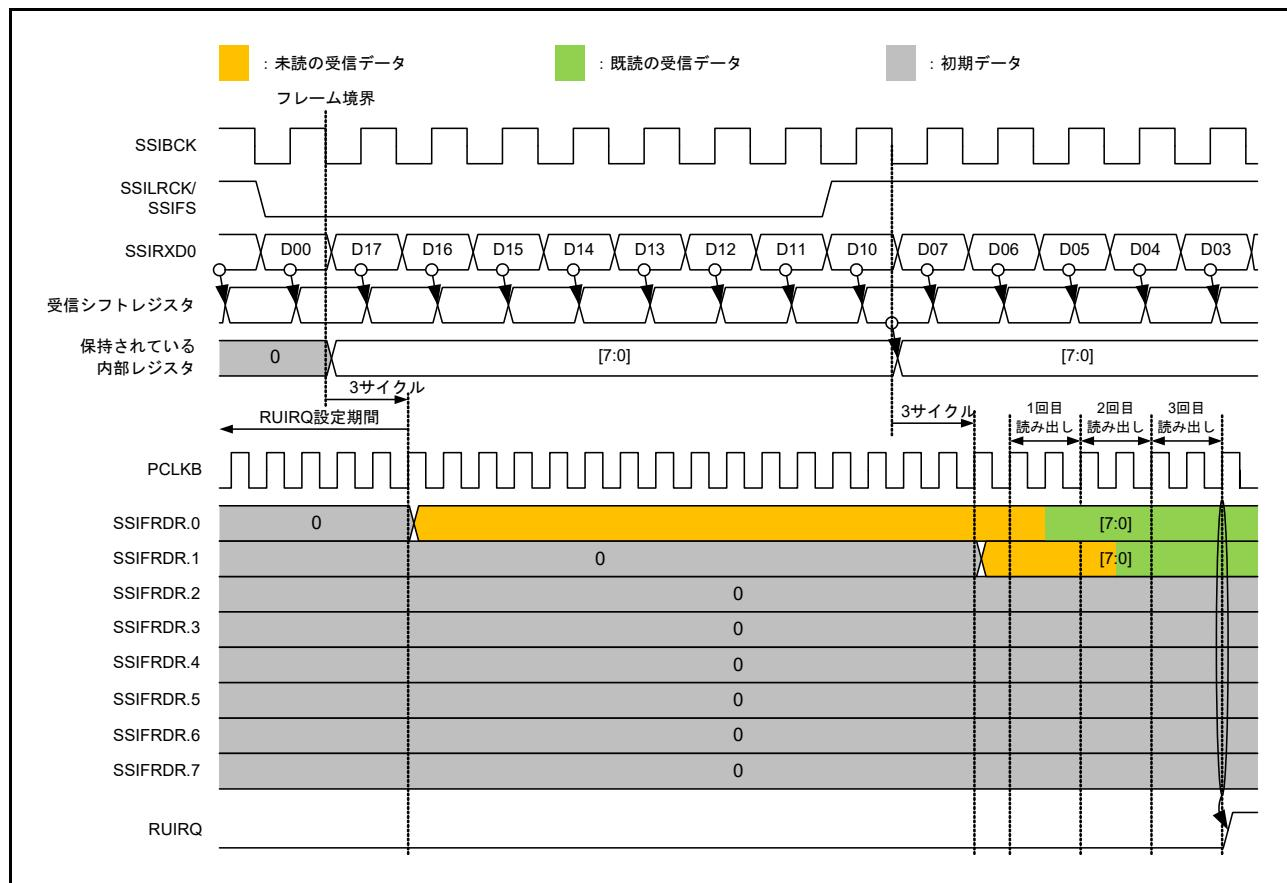

図 33.15 RUIRQ 設定期間
- SSIFRDR からの読み出しが完了したとき。図 33.15 を参照してください